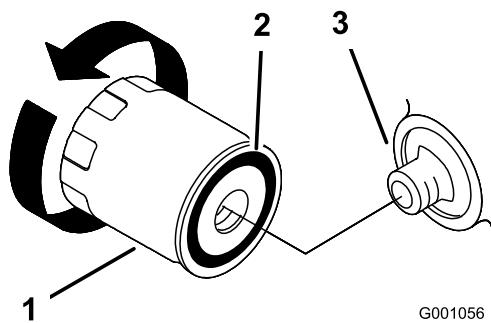

Bild 21
2. Entfernen Sie den Altfilter und wischen die Dichtfläche am Anbaustutzen (Bild 21) ab.
3. Ölen Sie die Gummidichtung am Ersatzfilter leicht mit Frischöl ein (Bild 21).
4. Montieren Sie den ErsatzölfILTER am Filterstutzen. Drehen Sie den Ölfilter nach rechts, bis die Gummidichtung den Filterstutzen berührt. Ziehen Sie den Filter dann um eine weitere 2/3 oder ganze Drehung fest (Bild 21).